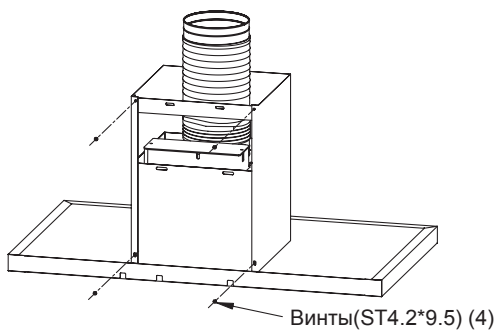

Рис. 5
- Закрепите воздуховод и вытяжную трубы на корпусе вытяжки, установите вытяжную трубу на кронштейн. См. Рис. 5.